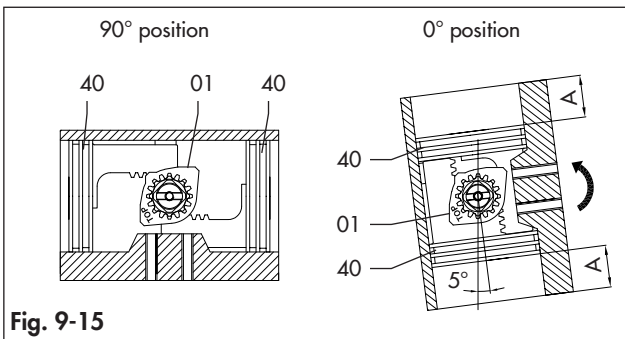

Fig. 9-15
- Con los pistones en posición cerrada (posición 0°), según aparece en la fig. 9-15, consulte el eje del cuerpo, la rotación obtenida debe ser:
- Con los pistones en posición cerrada (posición 0°), de acuerdo con la fig. 9-15 la dimensión "A" debe ser la misma en los dos lados.
- Con el actuador en posición cerrada (posición 0°) consulte la fig. 9-15 en relación con la posición de los pistones, enrosque o desenrosque el tornillo tope derecho (02) dando 1 cada vez hasta alcanzar la posición de parada deseada. En caso de actuador de simple efecto puede ser necesario un suministro neumático.